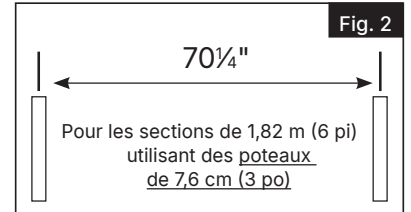

Fig. 2
- Pour les sections de 6' (1,83m) utilisant des poteaux de 3" (5 cm) : mesurer 70¼" (1,85m) du centre d'un point final et indiquer par un piquet (Fig. 2).